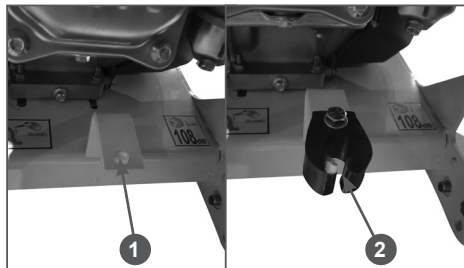

Рис. 15 Установка зажима крепления тележки
- Установите зажим 2 для крепления тележки в транспортировочном положении на кронштейн 1 (Рис. 15). Совместите отверстия в кронштейне 1 и резинового зажиме 2, вставьте в полученное отверстие болт 3 и закрутите гайку 4 (Рис. 15).